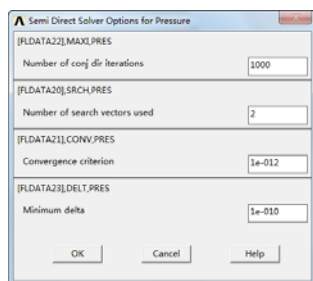

图 6-25 “Semi Direct Solver Options for Pressure”对话框
⑧单击“OK”按钮, 会弹出“Semi Direct Solver Options for Pressure”对话框, 如图 6-25 所示, 采用默认设置, 单击“OK”按钮关闭该对话框。